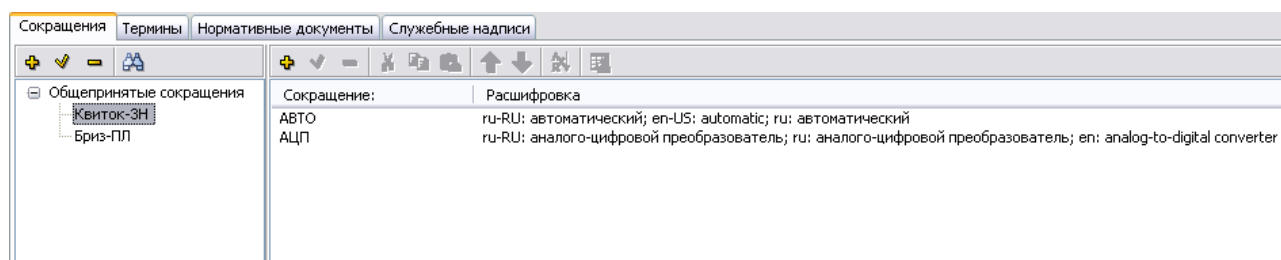

Рис. 7.6
4. Введите следующее сокращение. В правом окне редактора появится список введенных сокращений (Рис. 7.6).